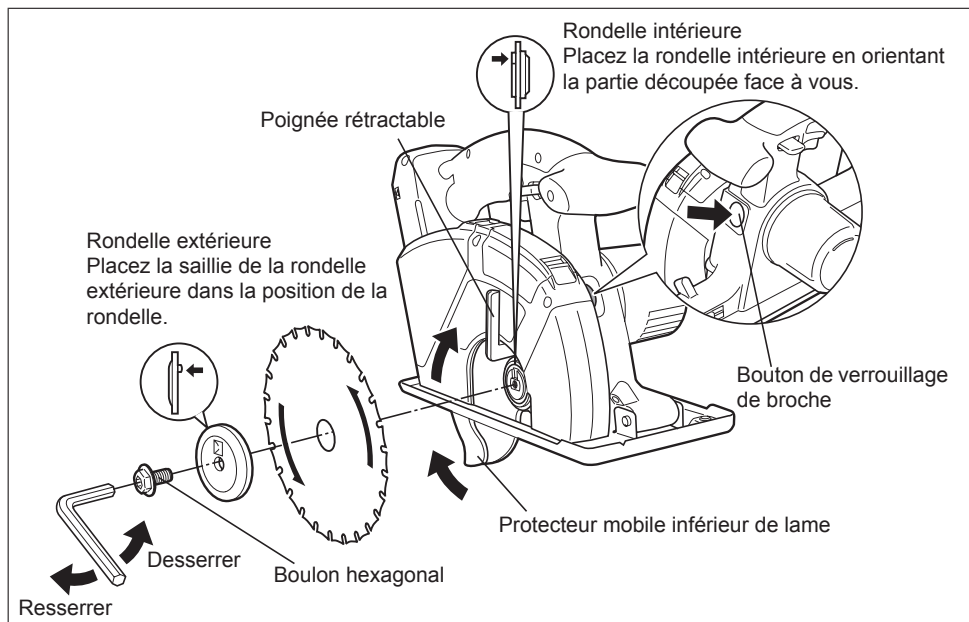

Fig. 4
2. La lame de scie est-elle fixée correctement? Vérifier que le boulon d'assemblage à six pans est bien bloqué. [Fig.4]
4. Remonter la lame de scie en procédant de la façon illustrée sur la figure ci-dessus. [Fig.4]